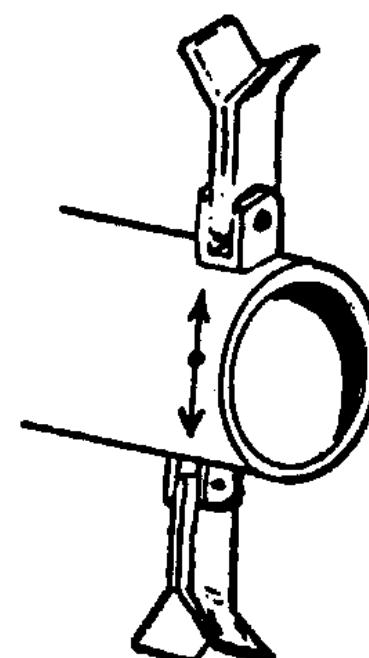

Fig. 20
Pour charger la machine sur des véhicules de transport, il faut la soulever par les points de prises appropriés. Voir Fig. 20
Zum Transport ist die Maschine an den dafür vorgesehenen ringen und die Hebevorrichtungen anzuhängen. Siehe Abb. 20
Om de machine op een wagen te laden dient u het daar toe voorziene hefpunt te gebruiken. Zie Fig. 20
See Fig. 20
- Il est conseillé de remplacer les couteaux par paires diamétralement opposées, afin d'éviter que le rotor ne soit déséquilibré et produise des vibrations . (FIG. 20)
→ We raden aan de gebroken of versleten messen te vervangen per koppel dat diametraal tegenover mekaar gemonteerd is om onevenwicht en trillingen van de rotor te vermijden. (zie fig. 20)
→ It is suggested to replace the new knives diametrically opposite in order to avoid lack of balance and vibrations of the rotor due to less weight . (See Fig. 20)